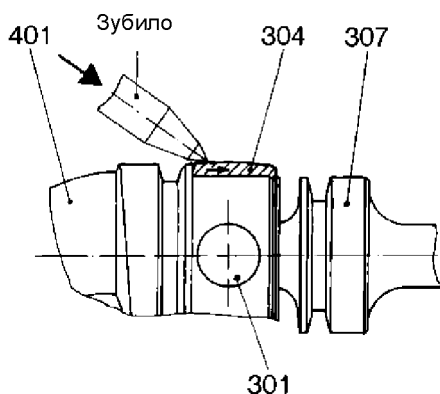

Рис. 3: Снятие шарнирной муфты (304):
- Приподнять манжету шарнира (308) с помощью отвертки и вынуть шарнирный вал (307) в осевом направлении.
- Забить шарнирную муфту (304) через хомут шарнирного вала (307). При этом не допускать отклонения шарнирного вала (307) (см. рис. 3).